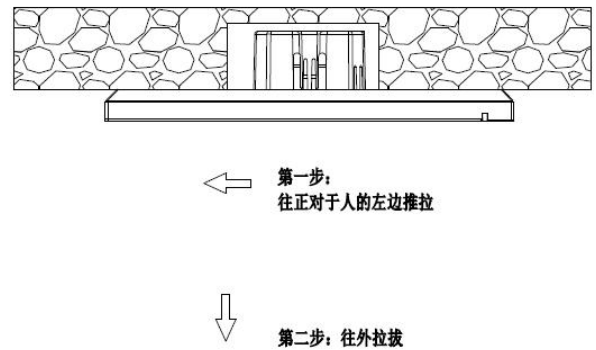

图 3.3.3.5
4. 安装完成后, 如需要拆卸, 请执行此步骤: 将面板往正对于人的左边推拉, 听到哒的声音后或者面板不能再移动时, 再往人的正面方向拉拔, 即可完成拆卸。如图 3.3.3.5 所示。